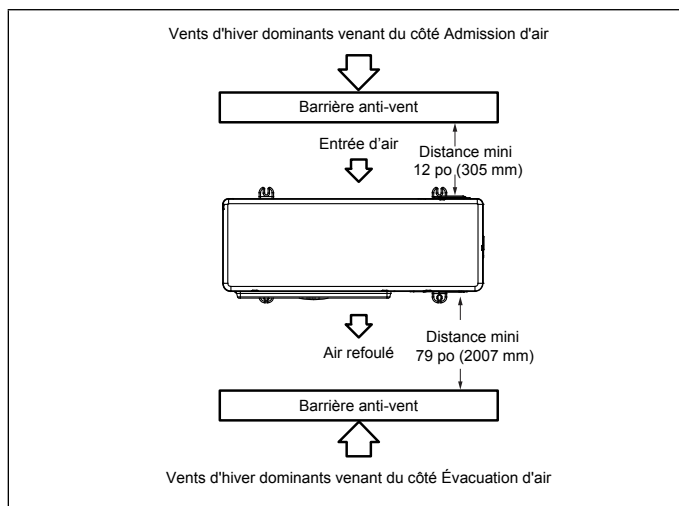

Figure 23. Barrière anti-vent
- Quand les vents dominants sont du côté de l'admission d'air, positionner la chicane anti-vent à un minimum de 12 pouces (305 mm) de l'unité comme illustré à la « Figure 23. Barrière anti-vent ».